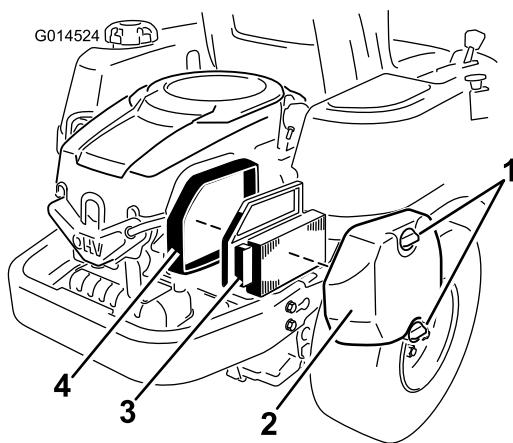

Figure 26
- Déposez le couvercle du filtre à air (Figure 26).
- Sortez l'élément du filtre à air avec le joint en caoutchouc intégré (Figure 26).
- Installez l'élément en papier, côté plissé à l'extérieur, et engagez le joint en caoutchouc sur les bords de la base du filtre à air (Figure 26).
- Reposez et fixez solidement le couvercle du filtre à air à l'aide des deux boutons (Figure 26).